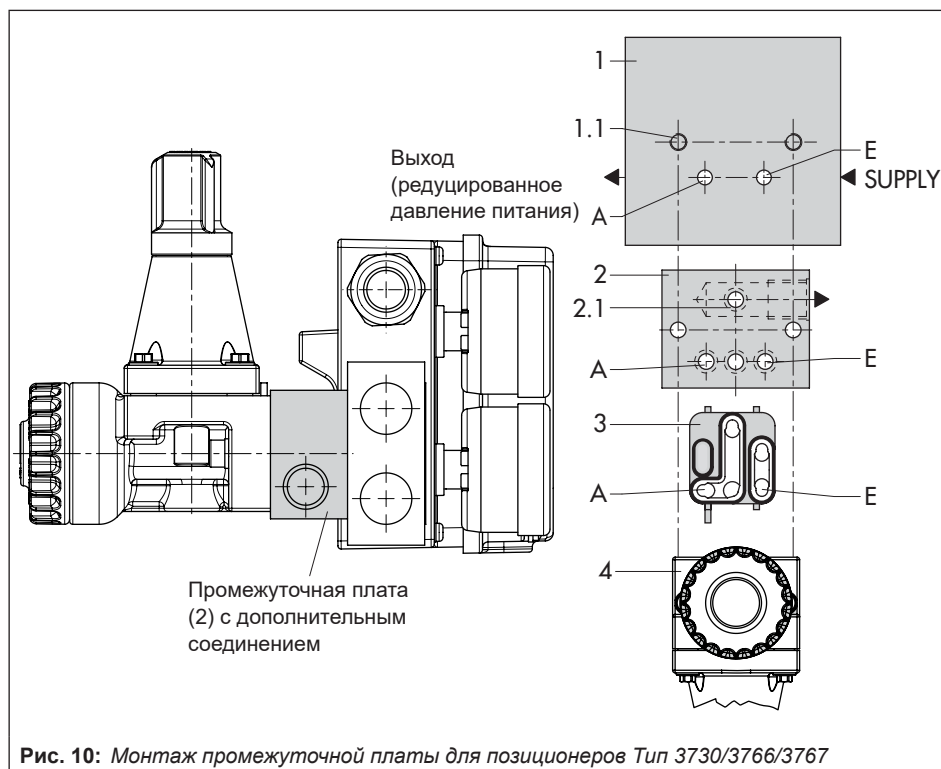
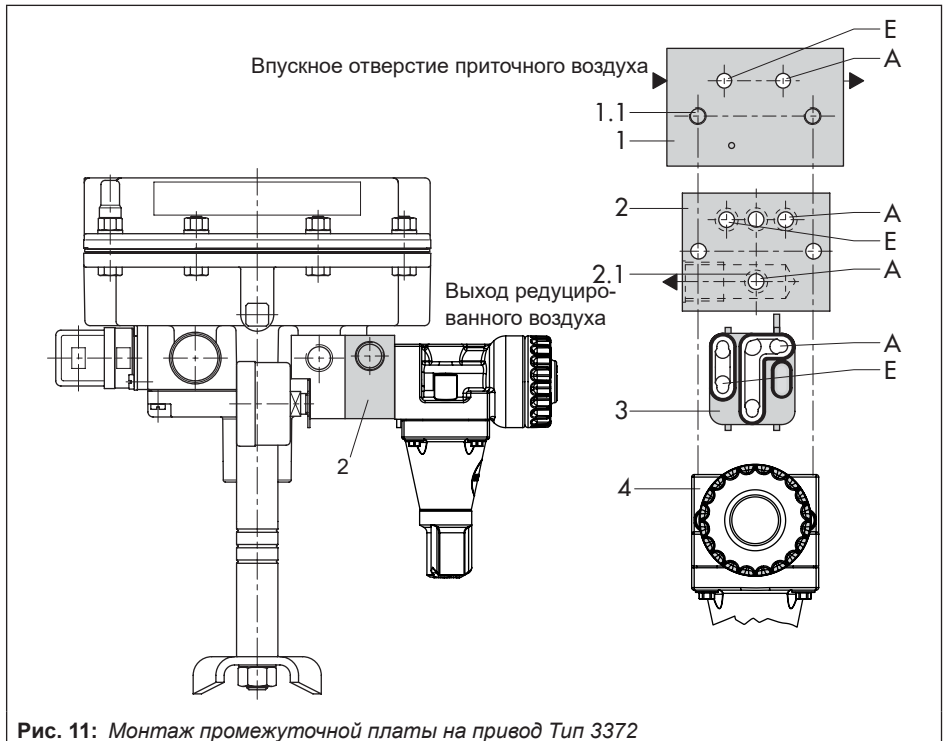

Рис. 10: Монтаж промежуточной платы для позиционеров Тип 3730/3766/3767
Рис. 11: Монтаж промежуточной платы на привод Тип 3372
1. Вывинтите крепёжные винты и снимите регулятор давления (4) вместе с уплотнением распределителя (3) с адаптерной платы (1), не изменив при этом положение уплотнения распределителя в регуляторе давления.
- ➔ Удлиненный резиновый штуцер уплотнения распределителя (3) всегда должен смотреть в направлении выпускного отверстия регулятора (редуцированное давление питания) (см. Рис. 10 и Рис. 11).
2. Вставьте уплотнительные кольца (2.1) в отверстия промежуточной платы (2).
4. Установите регулятор давления (4) с уплотнением распределителя (3) на промежуточной плате (2). Проденьте удлиненные крепёжные винты в соответствующие отверстия и крепко свинтите конструкцию.